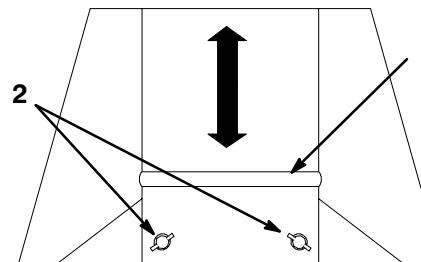

Abbildung 6
2. Die (2) Muttern an der Mähwerkplatte lösen und die Platte nach oben schieben, wenn kurzes trockenes Gras gemäht wird, bzw. nach unten, wenn langes feuchtes Gras gemäht wird (Abb. 6). Die Muttern festziehen.